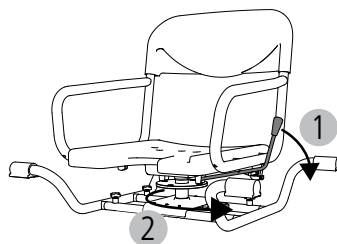

Abb. 6
1. Um den Sitz zu drehen drücken Sie den Arretierungshebel nach außen (Abb. 6, 1).
2. Drehen Sie den Sitz nun in die gewünschte Richtung (Abb. 6, 2) und lassen den Arretierungshebel wieder los.